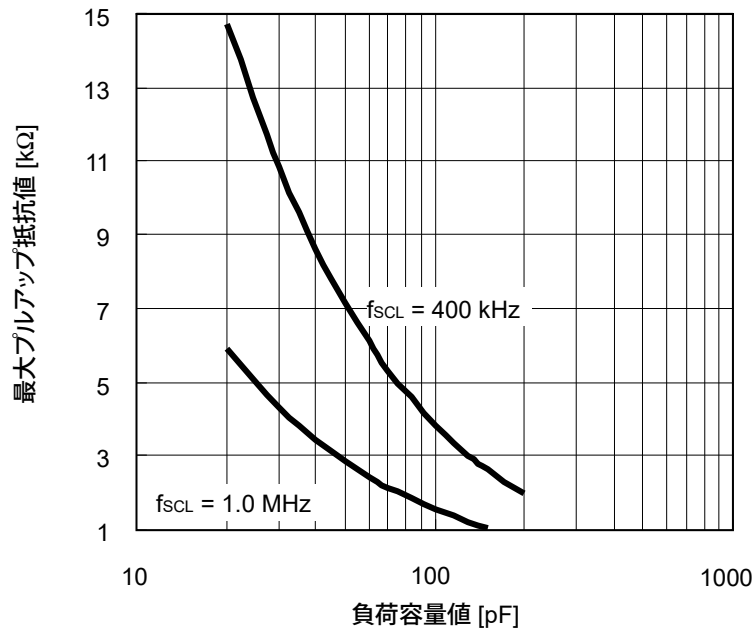

図9 出力負荷
*1. SDA出力遅延時間は、SDA端子の出力形態がNchオーブンドレイン出力のため、IC外部の負荷抵抗値、負荷容量値により決まります。出力負荷の関係を図9に示します。